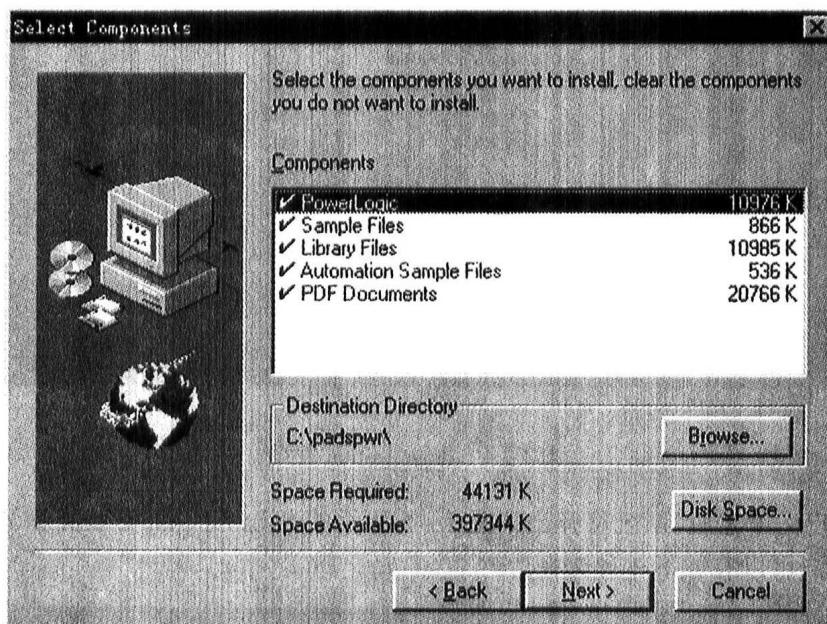

图 1-6 Select Components 窗口
① Typical(典型安装) 选择系统缺省设置。其提供组件有 PowerLogic、PowerLogic 帮助、Readme.txt 文件、元件库文件、演示文件和卸载图标。
② Compact(简捷安装) 按照软件的最小要求设置。其提供的组件有 PowerLogic、PowerLogic 帮助、Readme.txt 文件。
③ Custom(自定义安装) 按照用户自己的要求选择所需组件。选择此安装后点击 Next 按钮, 系统将弹出如图 1-6 所示的 Select Components(组件选择)窗口。用户可以在 PowerLogic、演示文件、元件库文件、自动演示文件和 PDF 文档中选择所需组件。同时, 点击 Disk Space 按钮会打开一个关于当前磁盘空间信息窗口, 在这里可以了解到当前系统空间资源状况。如果系统空间不足以满足安装需求, 在点击 Next 按钮后, 系统将弹出对话框提醒用户磁盘空间不足。